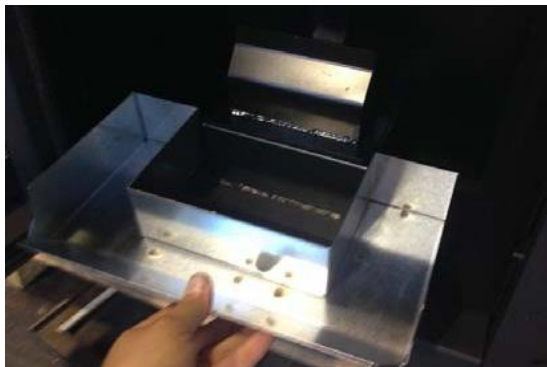

Fig.26.1.2
- Remova a gaveta para cinzas (Fig. 26.1.2);